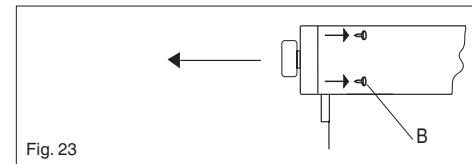

Fig. 23
- Volendo smontare anche il cruscotto è sufficiente svitare le 4 viti (B) interne che fissano il cruscotto alla facciata forno (fig.23).